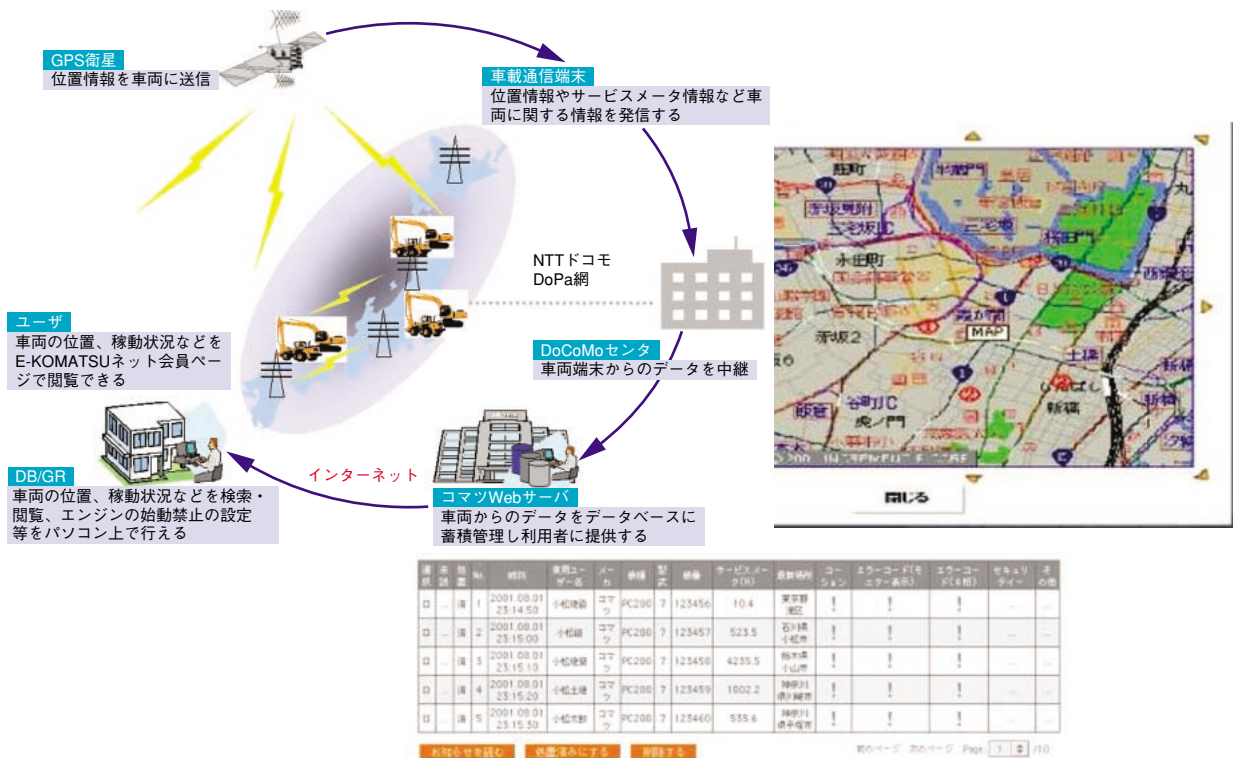

図16 KOMTRAX
- (1) 車両の稼働位置、稼働状況、コンディションを発信し、遠く離れた場所からでも車を見守ることのできる KOMTRAX (コムトラックス) を日本国内で標準搭載した。車載された KOMTRAX コントローラは、内蔵の GPS 受信機によって、車両みずからが現在位置を把握し、サービスメータや稼働時間などの稼働状況と共に発信する。また、定期交換部品の交換時期や、車両不良などのコンディションも後述の EMMS が常に見守り、異常時には KOMTRAX を通して発信する。遠く離れた車両も、すぐ傍にあるのと同じように状況が把握できるようにした。
- (2) インターネット経由でコマツの各サービス拠点に車両の状況を伝え、車両のコンディションや定期点検の要否を把握できて、タイムリーなサービスを通じて、「安心」と「信頼」を提供できるようにした。
- (3) インターネット経由でお客様に KOMTRAX で把握した車両の状況を公開して、お客様もオフィスに居ながら、車両の居場所や現状、一定期間内での稼働状況を把握でき、遠隔車両管理に役立てるようにした。(図 16)